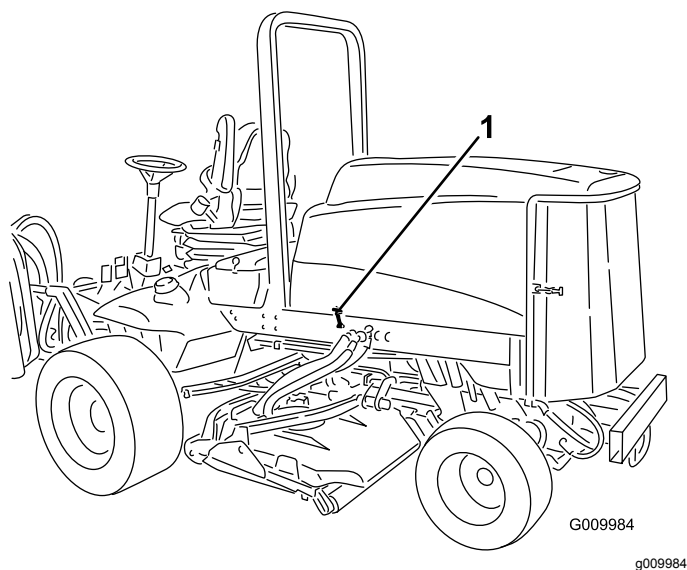

Bild 45
1. Lösen Sie die Motorhaubenriegel (Bild 45) und öffnen die Motorhaube.